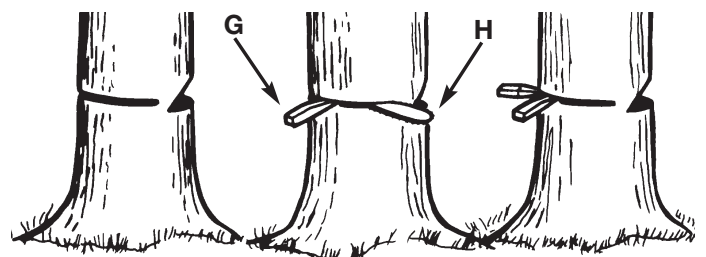

Fig. 14
1. Utiliser des cales de bois ou plastique (G) pour empêcher la chaîne ou le guide-chaîne (H) de se coincer dans le trait d'abattage. Les cales contrôlent aussi la chute (Fig. 14).